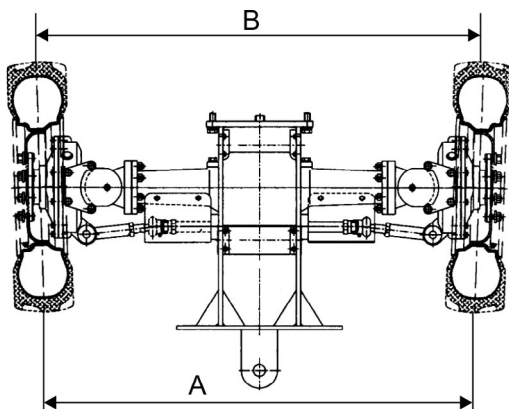

Рисунок 4.3. Регулировка схождения передних колес
4. Рулеткой замерять расстояние «В» между нанесенными метками с точностью до 1 мм как, показано на рис. 4.3.